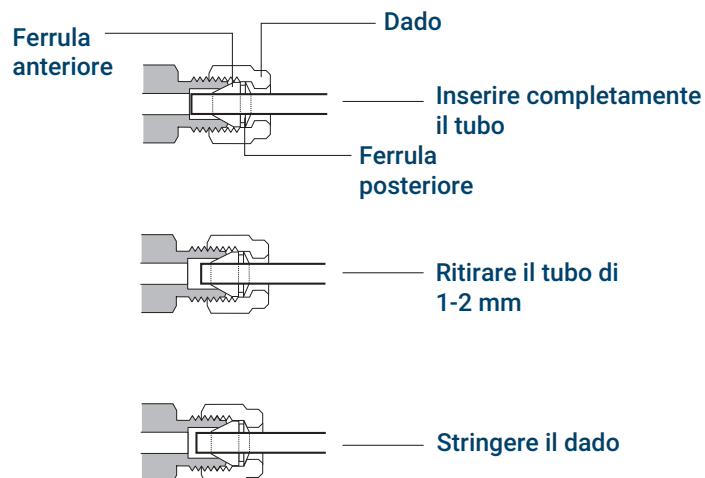

Figura 17. Inserire il tubo
4. Spingere interamente il tubo nel tappo, quindi ritrarlo di circa 1 o 2 mm. Vedere **Figura 17**.